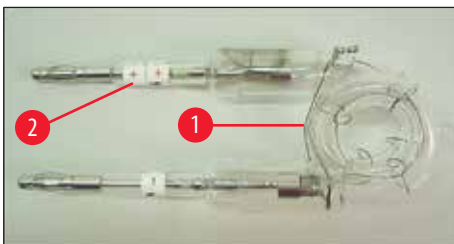
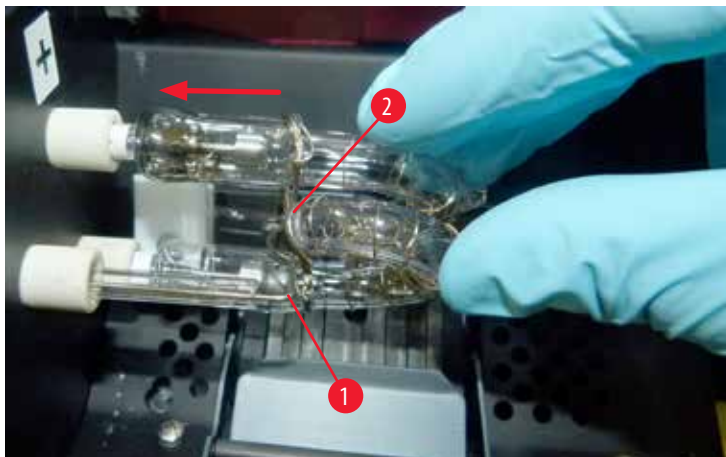

图 21
图 23
2. 将新的闪光灯泡(→"图 21")插入插座(→"图 20-3"); 然后小心地尽可能将其向里推(→"图 23") (不再能看到极性标记(+))。如有必要, 轻轻地上下移动闪光灯泡。